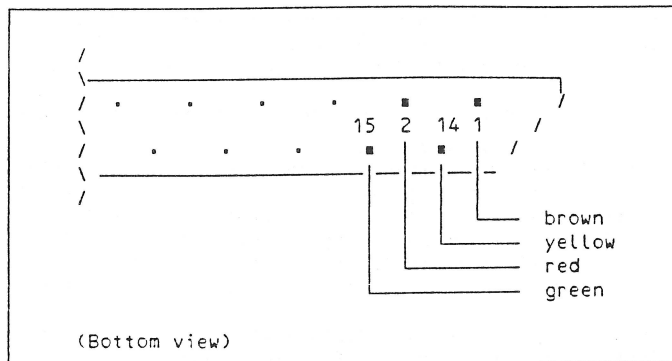

Fig. 2
- An den restlichen vier Litzen der XLR-Buchse [1] (braun, rot, gelb, grün) sind Steckkontakte angeschlagen. Diese werden gemäss Fig. 2 im Gehäuse des D-Steckers [2] eingerastet.
- The remaining four stranded wires (brown, red, yellow, green) at the XLR socket [1] are supplied with crimped contacts. These contacts should be inserted into and engaged in the housing of the D-type connector [2] according to Fig. 2.